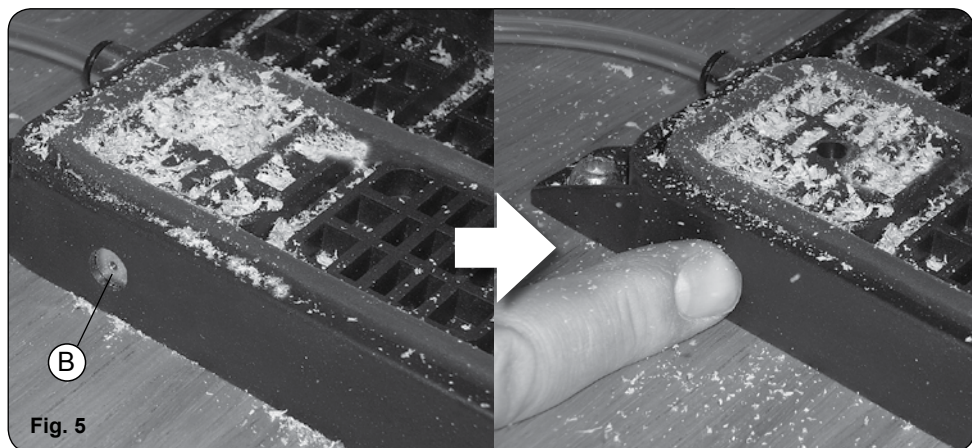

Fig. 5
4. Con el aire abierto bloquee la salida de aire con el dedo B (Fig. 5). **NO COLOQUE LA CARA SOBRE LA UNIDAD MIENTRAS ESTÉ BLOQUEANDO LA SALIDA DE AIRE, PUEDE SER PELIGROSO. EL POLVO EXPULSADO PUEDE INCIDIR EN SU CARA.**